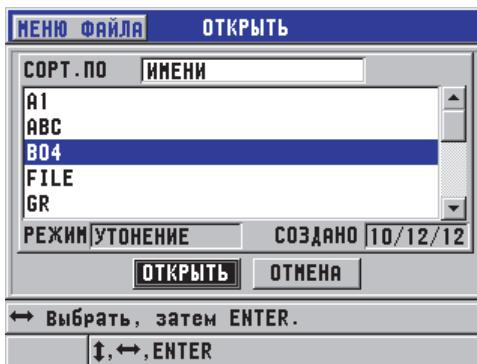

Рис. 6-27 Открытие файла
2. В окне ОТКРЫТЬ (см. Рис. 6-27 на стр. 123):